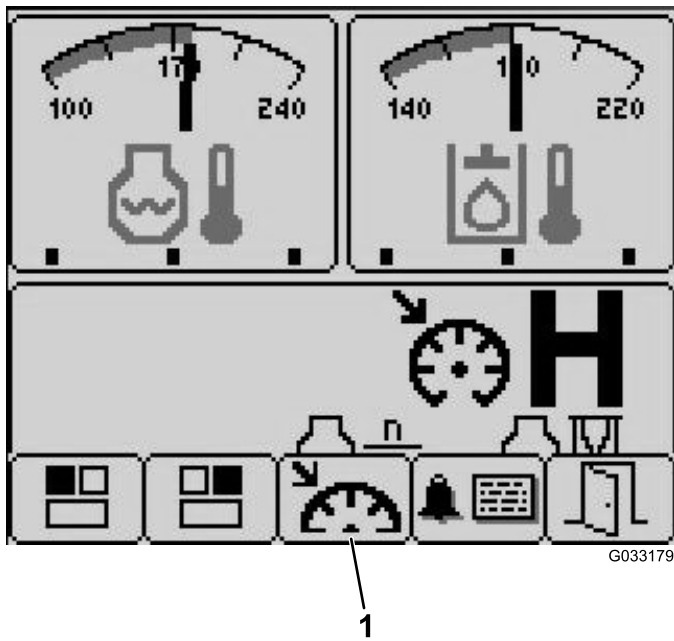

Рисунок 20
3. Нажмите кнопку 3 для перехода к экрану круиз-контроля (Рисунок 20).